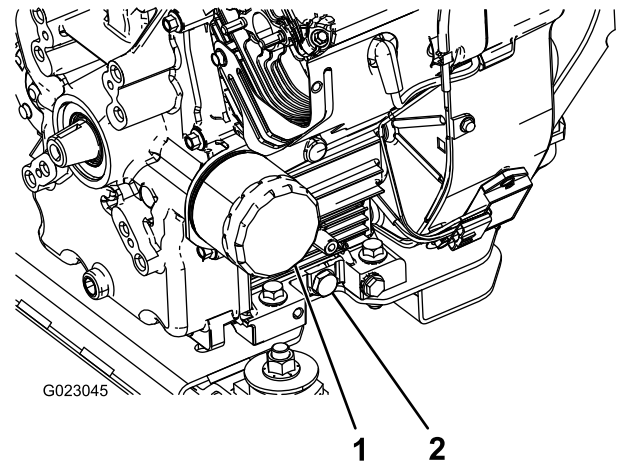

Figure 39
5. Enlevez le bouchon de vidange (Figure 39).
8. Versez lentement environ 80% de la quantité d'huile spécifiée dans le goulot de remplissage (Figure 39).